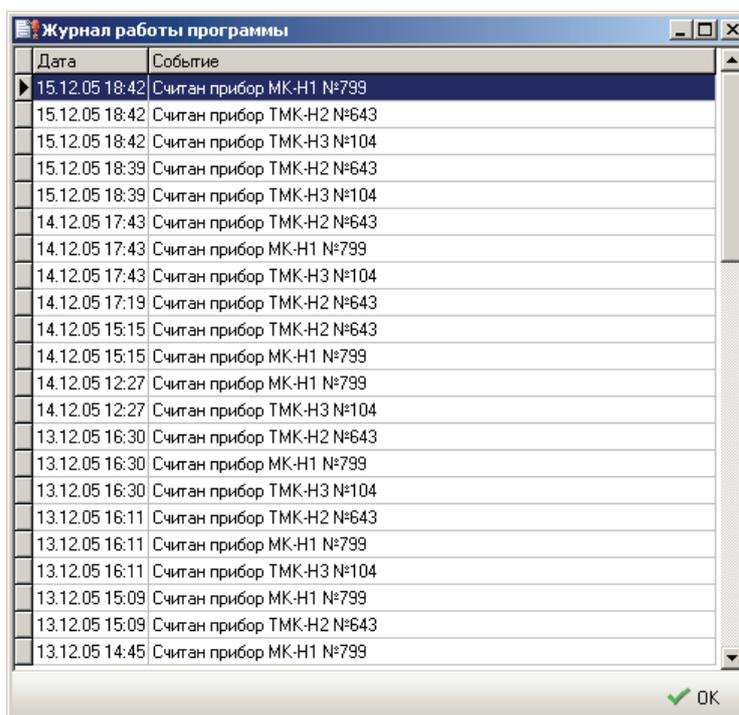

Рисунок 3.71
3.3.5.2 Строка **Журнал работы программы** меню Сервис Основного окна программы служит для просмотра изменений, совершенных с прибором и для вызова всплывающего окна **Журнал работы программы** (см. рисунок 3.71).